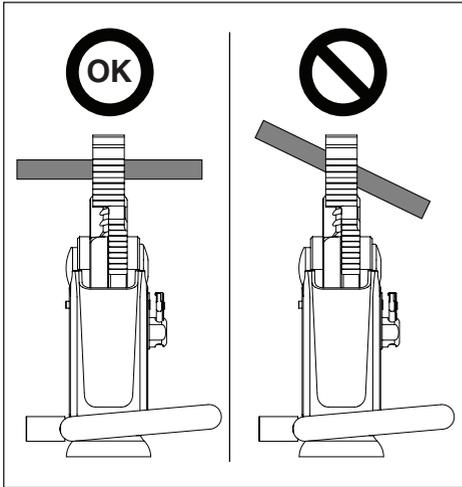

Abbildung 4, Positionierung des Materials zwischen den Messern
Positionieren Sie das zu schneidende Material so zwischen den Messern des Schneidgeräts, dass es sich parallel zur Messerachse befindet, siehe Abbildung 4. Dadurch erhält man die beste Schnittleistung.
2. Positionieren Sie das zu schneidende Material zwischen den Messern. Stellen Sie sicher, dass es sich parallel zur Messerachse befindet, wie in Abbildung 4 gezeigt. Für weitere Informationen siehe die Anweisungen in Abschnitt 9.4.